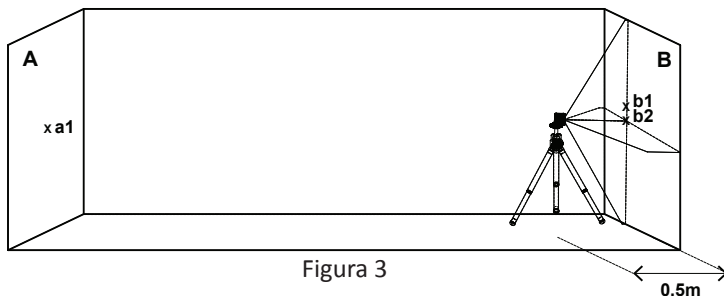

Figura 3
7) Marque en la pared **B** el centro de las líneas cruzadas como **b2** (ver la figura 3).